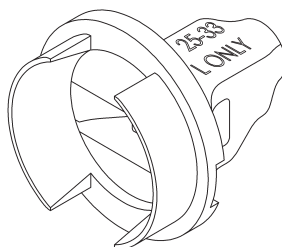

Figura 4: Rotatore mitrale
**Rotatore mitrale** – Il rotatore mitrale (Figura 4) consente di orientare una valvola in sede soltanto nella posizione mitrale. Il rotatore mitrale si distingue dal rotatore della valvola per il corpo più corto e per la mancanza di sonda dei lembi.